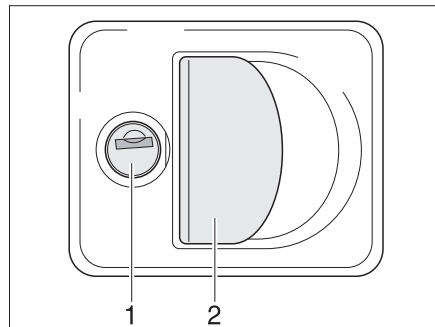

Fig. 49 Serrure du portillon avec poignée
- Insérer la clé dans le barillet (Fig. 49,1) et la tourner d'un quart de tour. La serrure du portillon est déverrouillée.
- Tirer sur la poignée de la serrure (Fig. 49,2). Le portillon extérieur est ouvert.